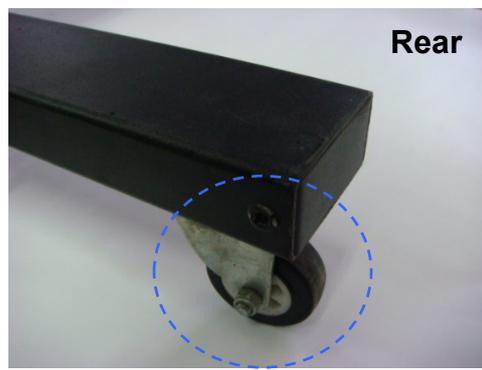

図 2-3
スタンドビームを立てた状態の①にセットし、六角穴付きボルト (M6) を、図 2-3 のように締めます。スタンド完成図は図 2-6 のようになります。